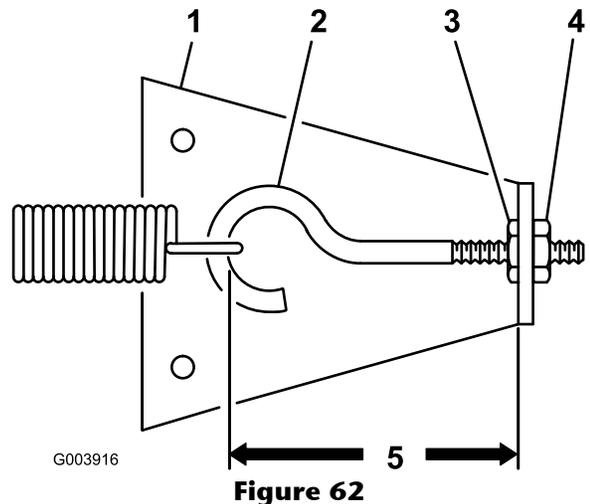

Figure 62
3. Desserrez le contre-écrou intérieur qui fixe le boulon à œil à la plaque d'ancrage du ressort (Figure 62).
4. Tournez le contre-écrou extérieur jusqu'à ce que la distance entre l'intérieur de l'œil du boulon et l'intérieur de la plaque d'ancrage du ressort soit réduite de 3 mm, comme indiqué à la Figure 62. Serrez le contre-écrou intérieur.